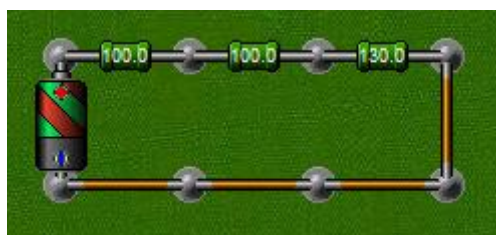

Рисунок 3. Схема исследования.
3.1.1 Собрать схему (Рисунок 3).